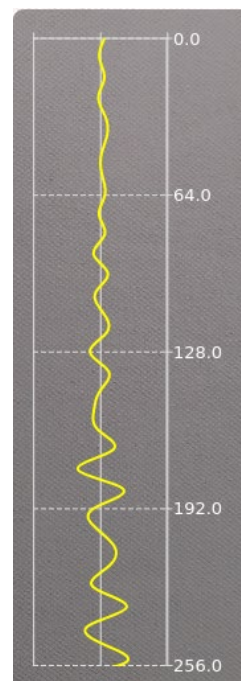

Рисунок A.57
3. Сигнал (рисунок A.57).
На вкладке *Сигнал* отображается временная развертка текущего акустического сигнала в точке, на которую указывает маркер цели (рисунок A.57). Для автоматического масштабирования графика сигнала нажмите кнопку .